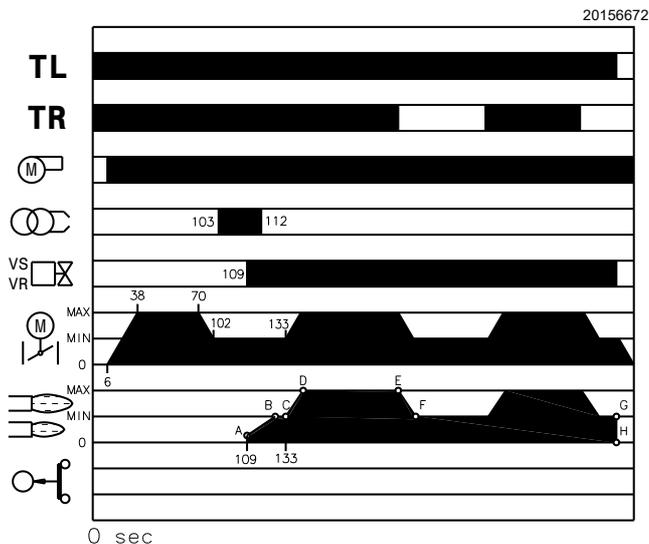

Fig. 35
- 109s** La vanne de sécurité VS et la vanne de réglage VR (ouverture rapide) s'ouvrent. La flamme s'allume à une faible puissance, point A (Fig. 35). Ensuite, il y a une augmentation progressive du débit et une ouverture lente de la vanne jusqu'à la puissance MIN., point B (Fig. 35).